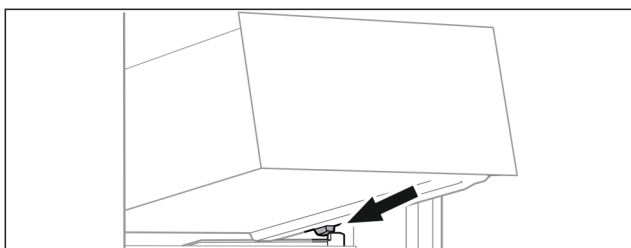

Fig. 28
- ▶ Sätt utdragslåda i vinkel på behållarens galler bakom de bakre stopplackarna. (se Fig. 28)